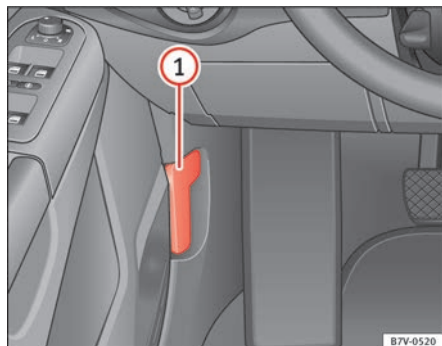

Fig. 166 Na zona dos pés, no lado do condutor: Manípulo para a destrancagem do capot do motor.
- Antes de abrir o capot, assegure-se de que os braços do limpa pára-brisas repousam sobre o pára-brisas ⇒ ①.
- Puxe o manípulo de destrancar no sentido da seta ⇒ Fig. 166. Por reacção de tensão da mola, o capot do motor é impulsionado do elemento de trancagem da peça porta-fechos ⇒ ⚠.